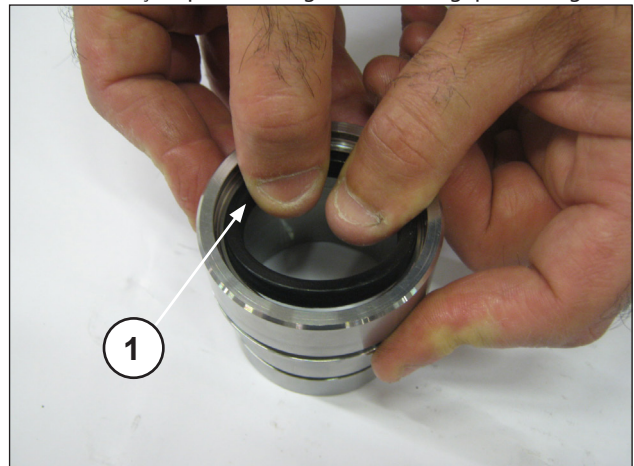
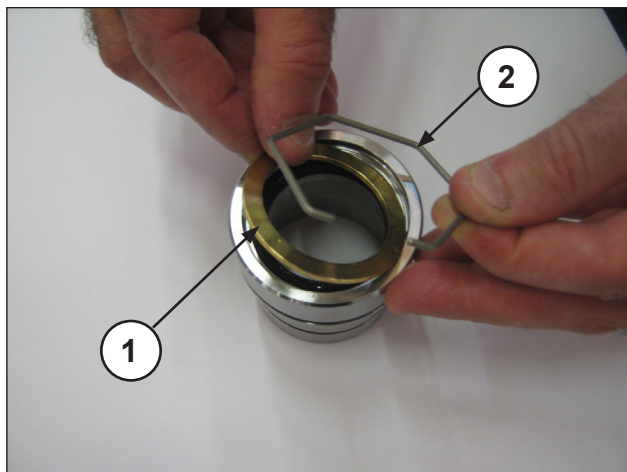
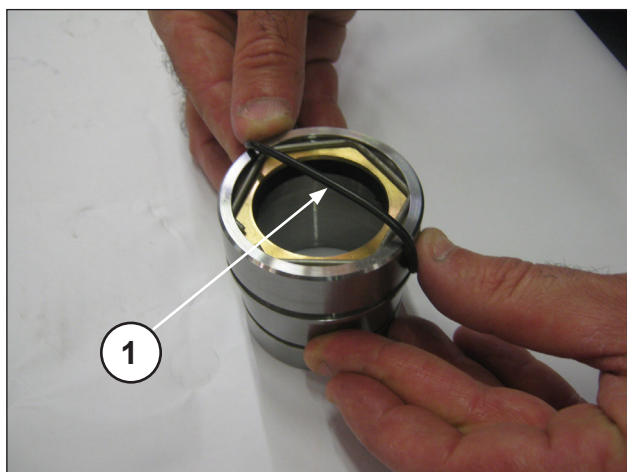

Fig. 29
Fig. 30
Fig. 31
Insira a junta de baixa pressão no suporte das fitas isolantes (pos. ①, Fig. 29) prestando atenção no sentido de montagem que prevê as bordas de estanqueidade para frente (em direção ao cabeçote). Insira em seguida o anel de estanqueidade, o anel de retenção (pos. ① ②, Fig. 30) e o O-ring (pos. ①, Fig. 31).